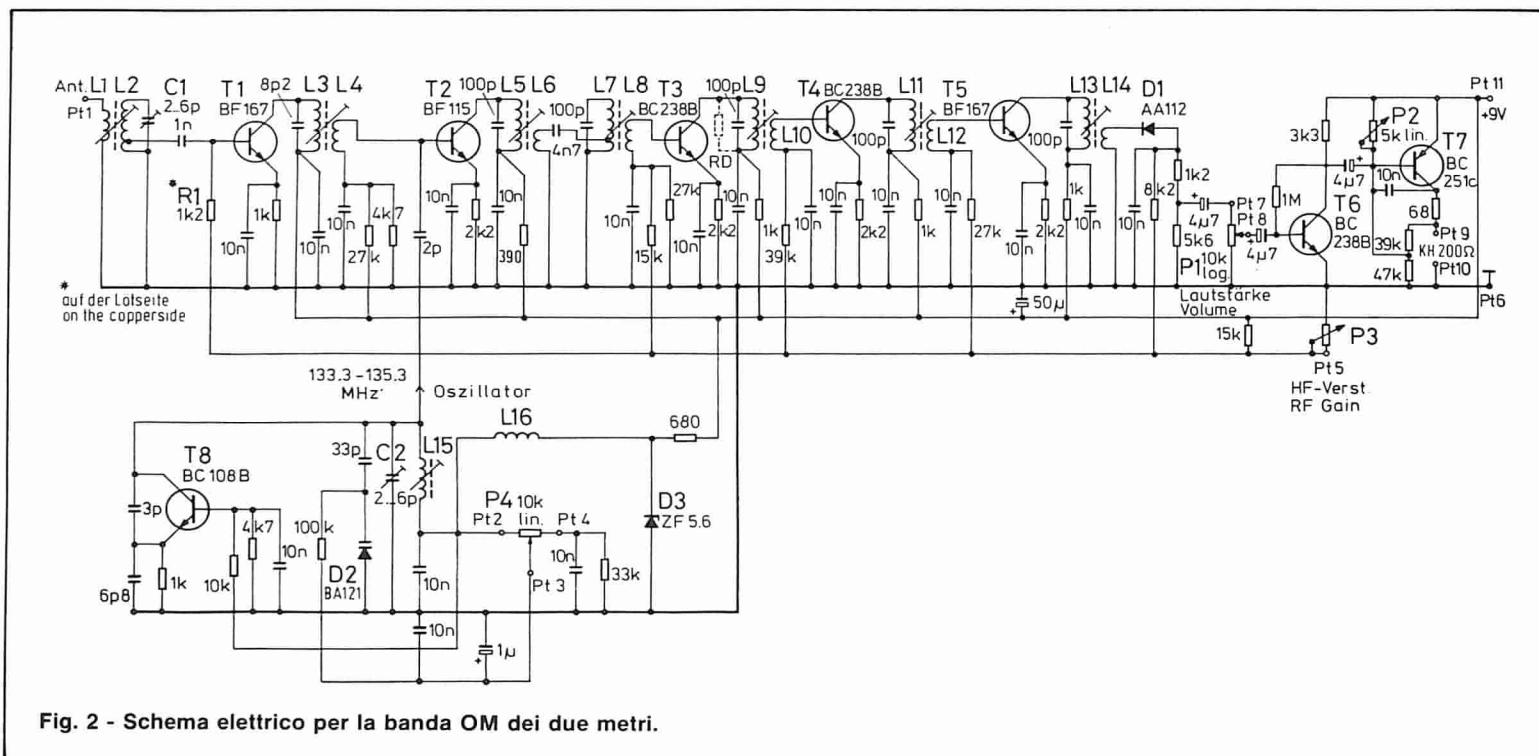

Fig. 2 - Schema elettrico per la banda OM dei due metri.
- piedinatura 2716 come riportato sul numero 10 di *Sperimentare* (fig. 2)